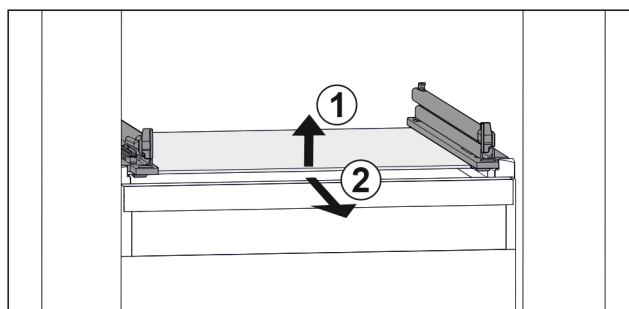

Fig. 63 Przykładowa prezentacja płyty szklanej
- ▶ Unieść płytę szklaną z przodu. Fig. 63 (1)
- ▶ Wyjąć płytę szklaną do przodu. Fig. 63 (2)